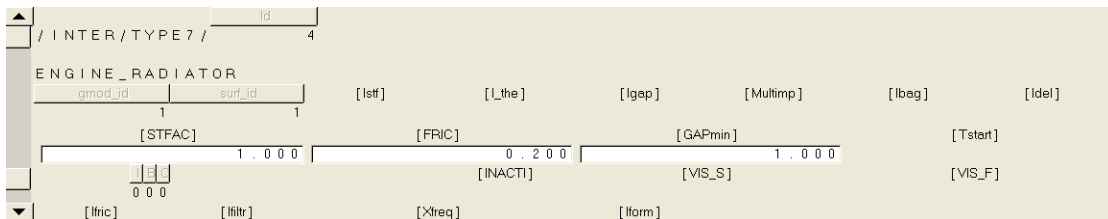

图 8-43 ENGINE_RADIATOR 接触参数
- (6) 将 master surface 设置为 sets，单击 edit 按钮进入 entity sets 面板。
- (7) 选择 solid faces 作为 contact surf。
- (8) 在 name 栏输入 engine，设置 card image 为 SURF_EXT。
- (9) 设置 entity selector 为 Comps，并选择 comp-psolid_24(engine)。
- (10) 单击 Create 按钮创建集合。
- (11) 单击 return 按钮返回 add 子面板。
- (12) 单击 Update 按钮，在主接触面中加入接触对象。
- (13) 设置 slave 对象为 comps, 并选择 comp-psolid_26(radiator)。
- (14) 单击 Update 按钮, 在从接触面中加入接触对象。
- (15) 进入 card image 子面板, 单击 edit 按钮。
- (16) 按照图 8-43 所示设置接触参数。